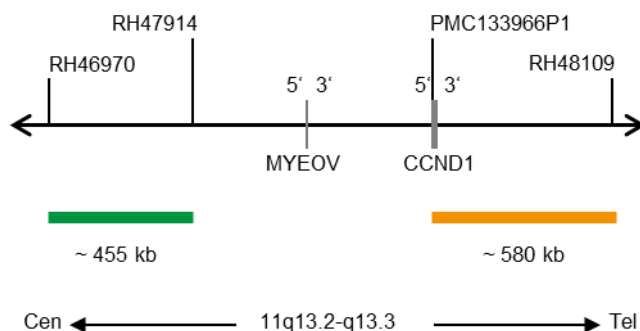

Fig. 1: SPEC CCND1 Mapa da sonda (não à escala)
- Polinucleótidos marcados com ZyGreen (excitação 503 nm/emissão 528 nm) (~10 ng/ μ l), que têm como alvo sequências mapeadas em 11q13.2-q13.3* (chr11:68,249,010-68,705,283) proximais à região do ponto de quebra CCND1 (ver Fig. 1).
- Polinucleótidos marcados com ZyOrange (excitação 547 nm/emissão 572 nm) (~4,5 ng/ μ l), que têm como alvo sequências mapeadas em 11q13.3* (chr11:69,453,301-70,031,240) distal à região do ponto de quebra CCND1 (ver Fig. 1).